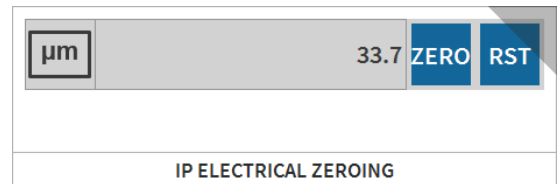
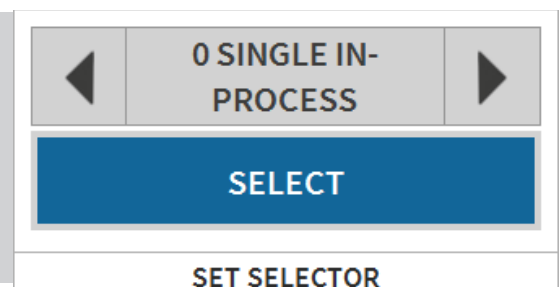

Abb.110. Widget Elektrischer Nullabgleich
Abb.111. Widget Zyklus auswählen
- Für den elektrischen Nullabgleich in den Betriebsarten **Handbetrieb** und **Einrichten** das Widget (Abb.110 auf Seite 91) für die Messung verwenden, die den vorher mechanisch abgeglichenen Messgebern entspricht.
Bei der Durchführung des elektrischen Nullabgleichs wird empfohlen, ein Dashboard zu wählen, in der die beiden Widgets „Elektrischer Nullabgleich“ (Abb.110 auf Seite 91) und „Zyklusauswahl“ (Abb.111 auf Seite 91) dargestellt sind, damit der entsprechende Zyklus ausgewählt werden kann.